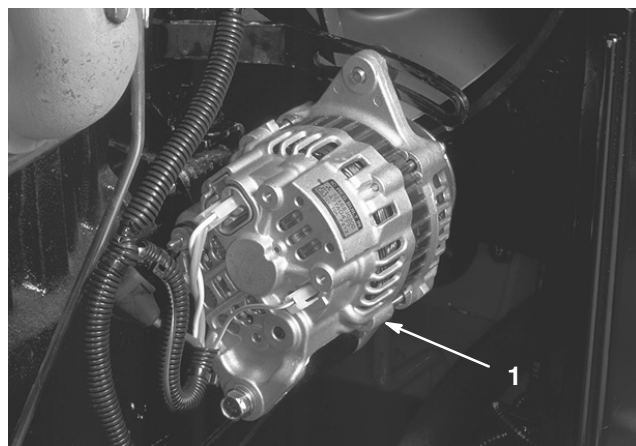

Bild 44
4. Prüfen Sie alle 100 Betriebsstunden den Zustand und die Spannung des Lüfterriemens (Bild 44). Wechseln Sie den Riemen ggf. aus, wenn sich der Zustand des Riemens verschlechtert. So prüfen und stellen Sie die Spannung ein:
- D. Lösen Sie die drei Schrauben, mit denen die Lichtmaschine an der Platte und der Befestigungshalterung befestigt ist (Bild 44). Drehen Sie die Lichtmaschine vom Motor weg, um die Spannung zu erhöhen, und ziehen Sie die Schrauben fest. Prüfen Sie die Riemenspannung nach der Einstellung und nehmen Sie ggf. weitere Einstellungen vor.